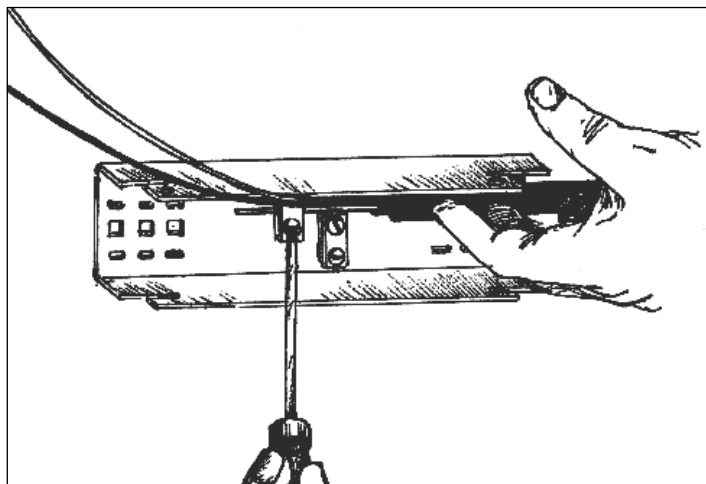

Рисунок 5.2 – Крепление ЦСЭ
5.6 При помощи отвертки зафиксировать ЦСЭ кабеля прижимной планкой (рисунок 5.2). Если ОК имеет синтетические (арамидные) нити, закрепить их совместно с ЦСЭ, лишнюю длину нитей обрезать ножницами для резки синтетических нитей.